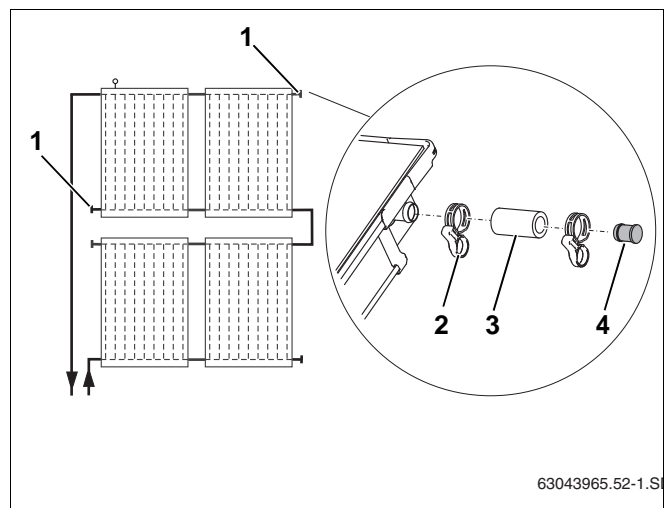

Fig. 59 Montering af formonterede blindpropper
Luk solfangertilslutningerne, som ikke behøves, med blindpropperne (fig. 59, **pos. 1**).
- ▶ Sæt 55 mm-solvarmeslangerne (fig. 59, **pos. 3**) med de formonterede blindpropper på de to ledige tilslutninger.